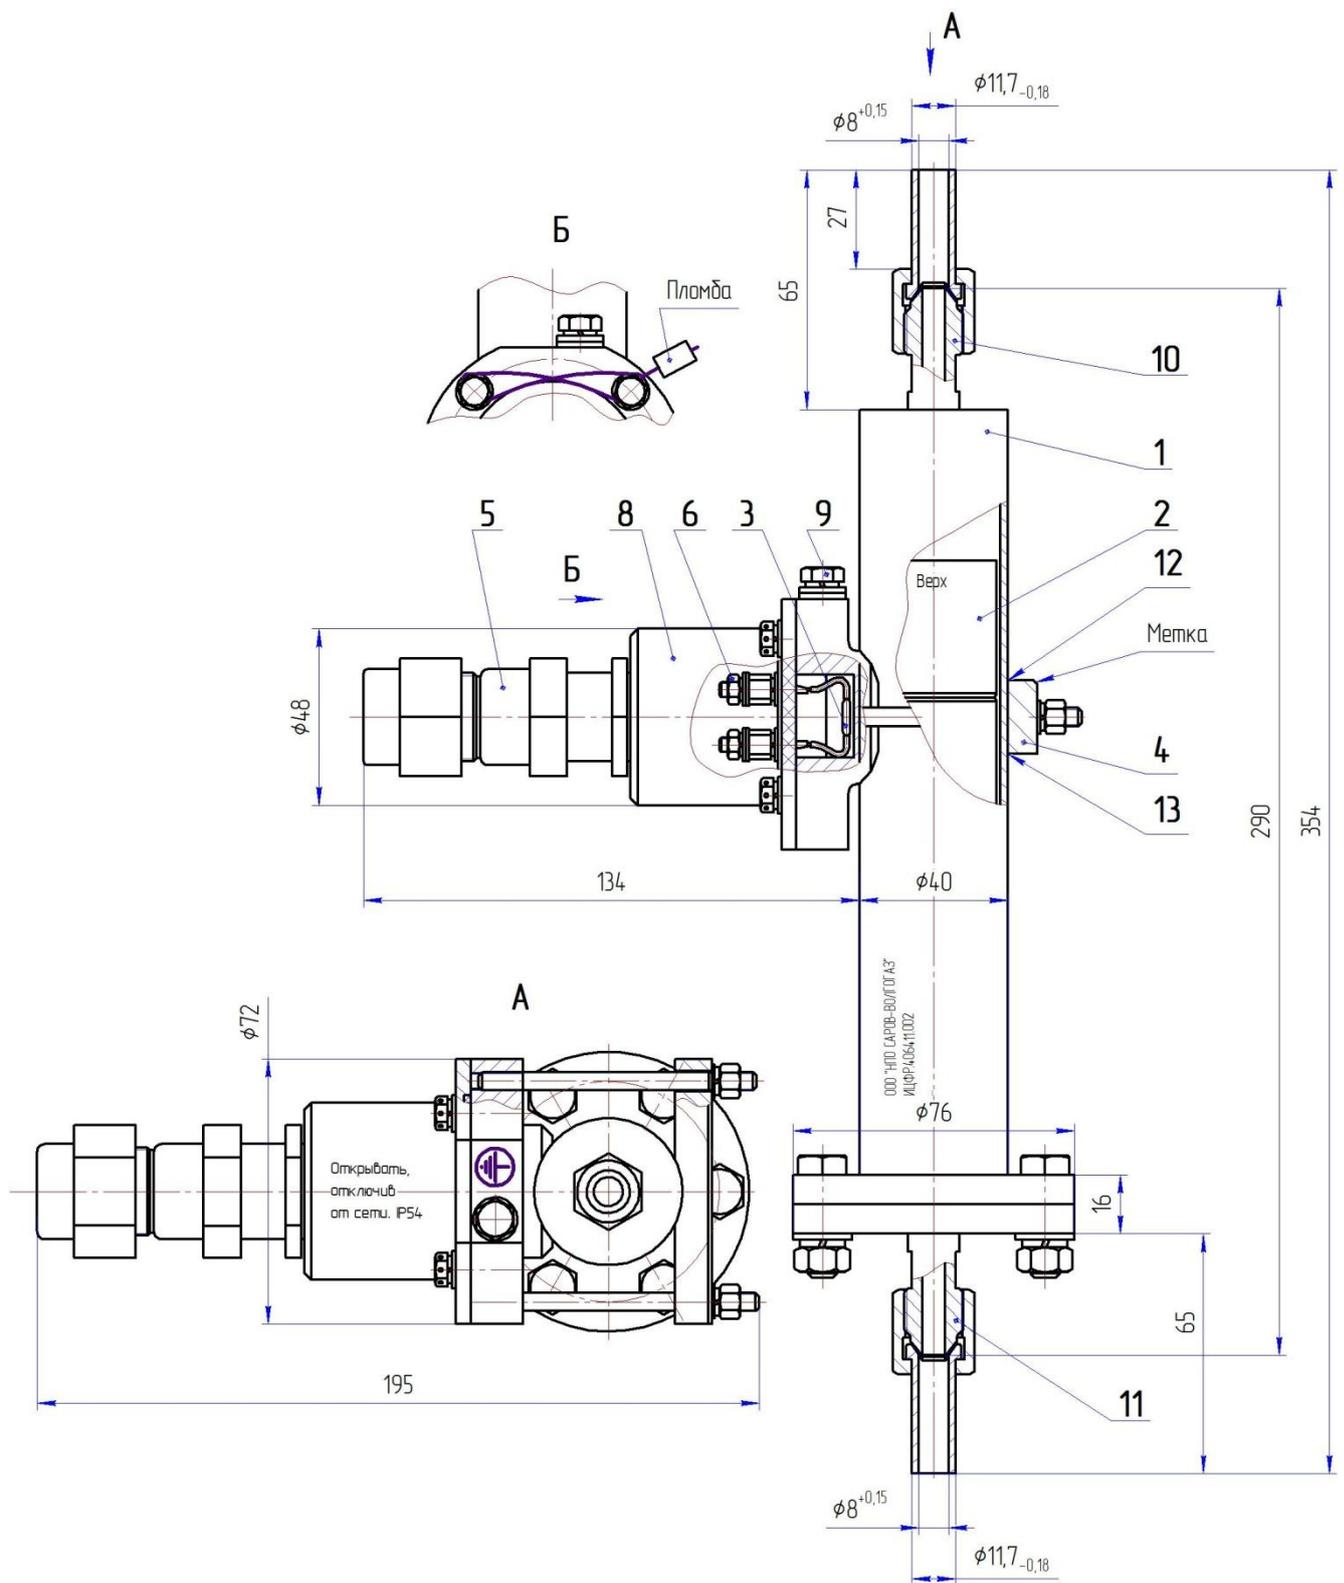

Рисунок 24 – Сигнализатор уровня
3.2.1 Сигнализатор уровня (см. рисунок 24) имеет полый герметичный корпус 1 из нержавеющей стали, в котором перемещается поплавок 2 с радиально намагниченным магнитом. При снижении уровня одоранта поплавок опускается. При минимальном уровне одоранта в расходной емкости поплавок находится в нижнем положении, и магнит поплавка замыкает контакты геркона 3. Уровень одоранта при замыкании геркона соответствует положению закрасенной в красный цвет метки на планке 4.